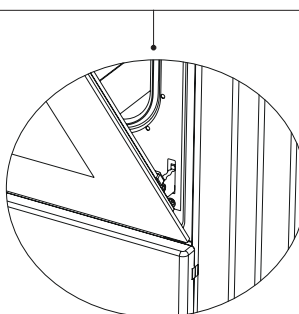

Figura 15.1
3. Em seguida, feche a porta da câmara de cozimento de modo a que esta assente no fecho da dobradiça, como mostra a figura 15.1.